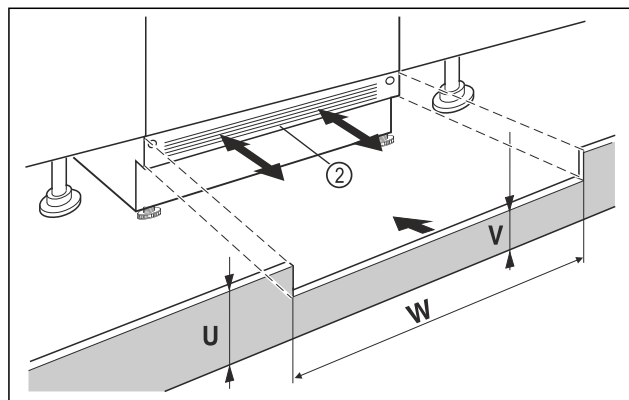

Fig. 40 Simbolična slika
- ▶ Nataknite okrasno letev naprave Fig. 40 (2), vendar je še ne fiksirajte.
- ▶ Če je okrasna letev Fig. 40 (2) vidna, jo potegnite gor tako daleč, da sta sprednji rob prezračevalne rešetke in okrasna letev pohošstva poravnana.
- ▶ Če je okrasna letev Fig. 40 (2) zakrita, jo potisnite do konca nazaj.
- ▶ Pazite, da so prezračevalne reže popolnoma proste: Po potrebi prilagodite višino okrasne letve Fig. 40 (U) pohošstva!
- ▶ Prilagodite višino stojine Fig. 40 (V) vzdolž širine niše Fig. 40 (W) pod okrasno letvijo Fig. 40 (2) pohošstva.